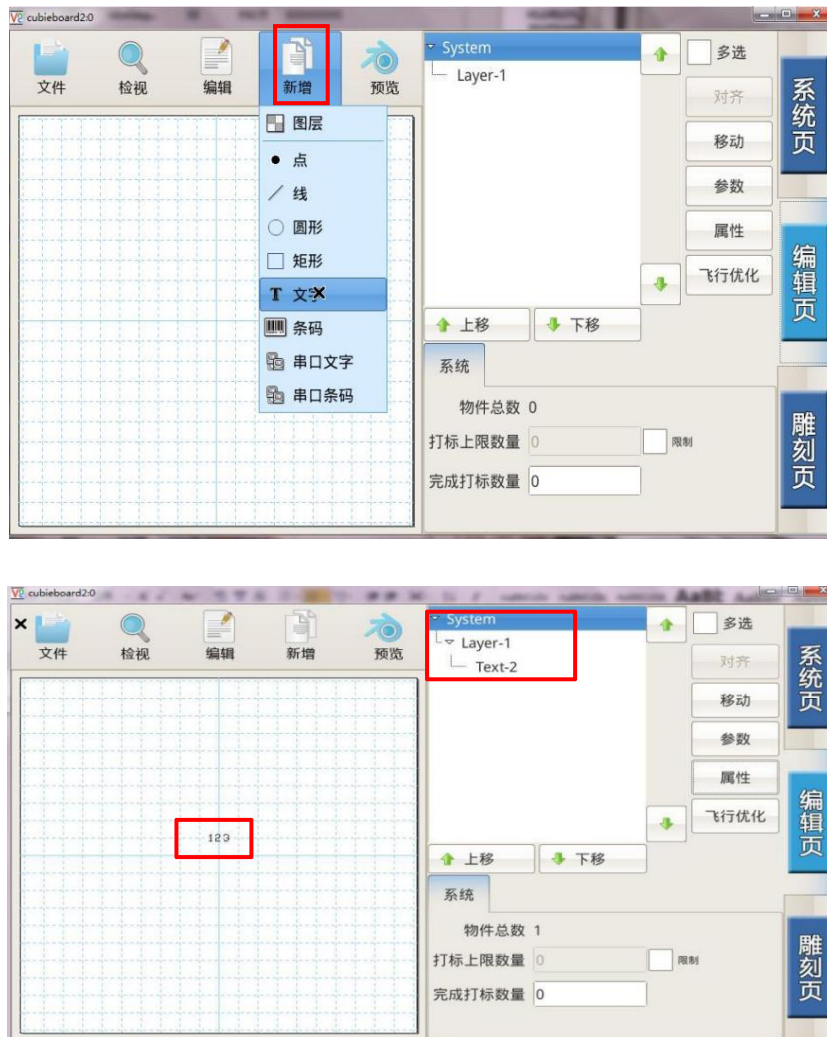

图 1.2
1. 在系统默认的图层 Layer-1 中，点击【新增】——>【文字】新增文本 Text-2 以储存物体 A 雕刻内容“123”。根据需求可对文本的内容大小和位置进行修改。如图 1.2 所示。